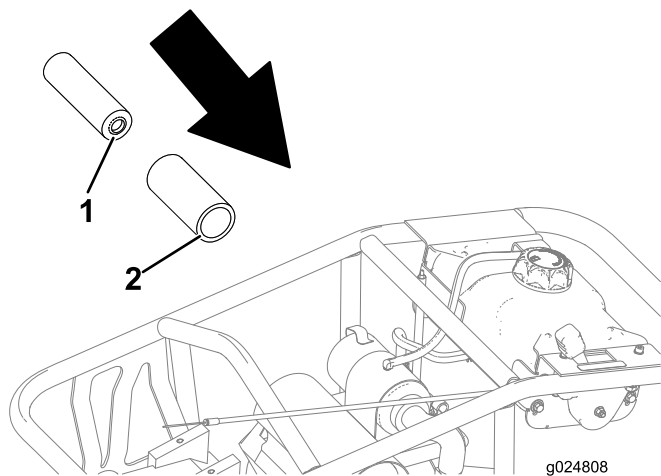

Figura 19
10. Instale los elementos del limpiador de aire y asegúrese de que están orientados correctamente (Figura 19).
Importante: Asegúrese de que los extremos abiertos de los elementos del limpiador de aire están orientados hacia dentro, hacia la máquina; la máquina no funcionará si los elementos no están orientados correctamente, debido a la restricción del flujo de aire (Figura 19).